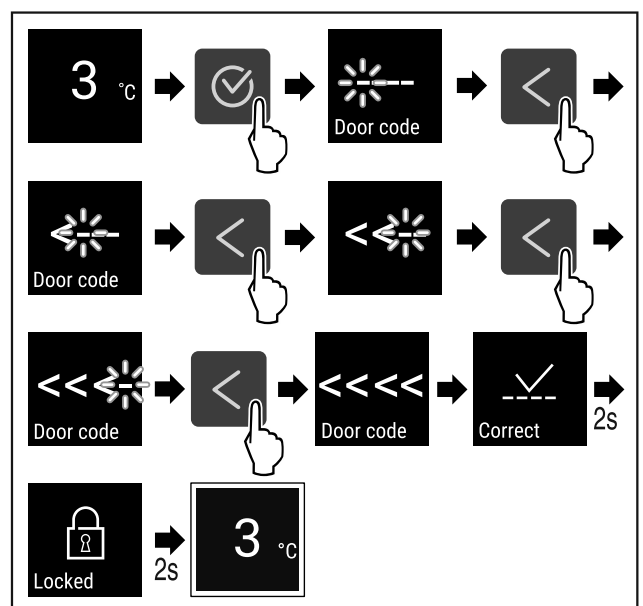

Fig. 69 Reteszelve be az ajtót a < < < ajtókéddal.
- ▶ Hajtsa végre a művelet lépéseit (lásd Fig. 69) .